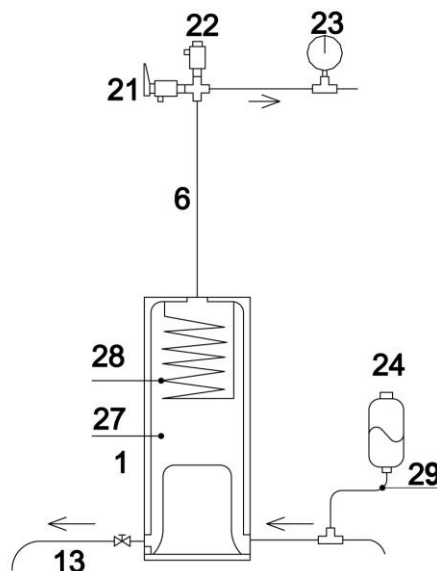

Рис. 12.
2. Обеспечение безопасности эксплуатации котла, с баком расширительным открытого типа. (Рис.12.)
3.4. Соединительные трубы от бака до котла выполняются Рис. 12. по кратчайшему расстоянию, при этом допускаются не более двух плавных изгибов на одной трубе.